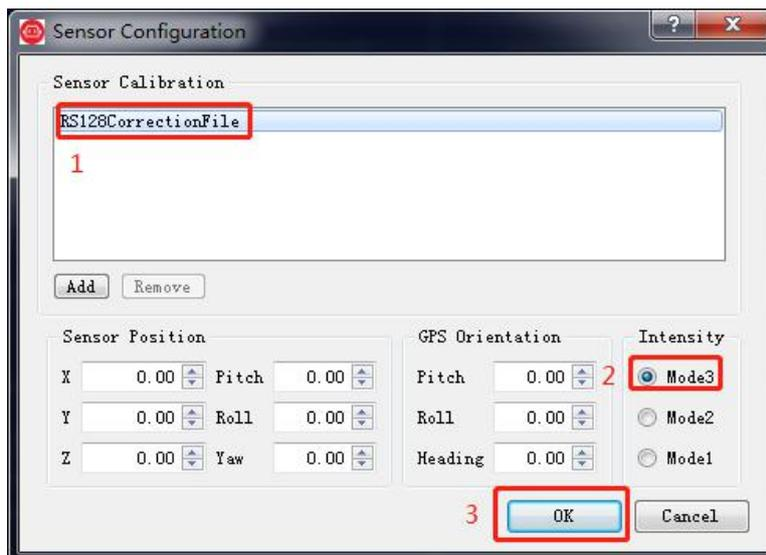

图 D-2 选择 RS-Ruby 参数配置文件
4. 在弹出的 **Sensor Configuration** 窗口中，选择 RS Ruby “Type of Lidar” 勾选 RS Ruby，“Intensity” 选择 Mode3,之后点击 “OK” 即可，如下图 D-2 所示：